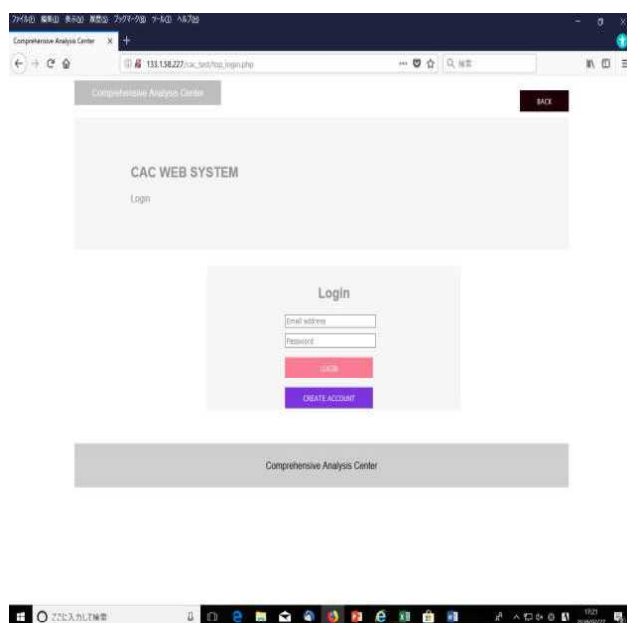

図4
- ③ 総合解析センターCAC Webシステム（図4）の画面よりEmail address, Passwordを入力してログインします。
- ①総合解析センターのホームページ（トップページ）の「総合解析センターCAC Web システム」を選択し、使用装置の「U」をクリックし、ログインします。（P23、図4）。
- ①総合解析センターのホームページ（トップページ）の「総合解析センターCAC Web システム」を選択し、使用装置のRequestの「RQ」をクリックし、ログインします。（P23、図4）。